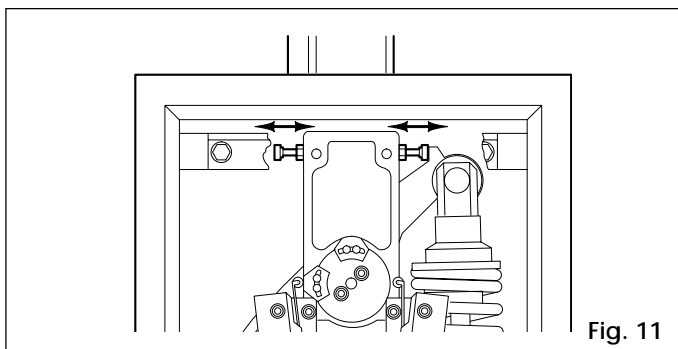

Fig. 11
- 5) Regolare gli arresti meccanici di finecorsa di apertura e chiusura come da fig. 11. Verificare il bilanciamento della sbarra seguendo le indicazioni del capitolo 4.4.